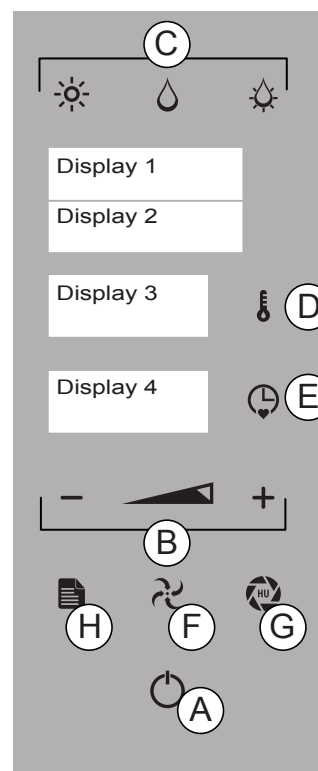

Fig.2
Enfoncer la touche "ENVOI" (Fig 1/A). Sélectionner un mode de cuisson (Fig 2/C) Enfoncer la touche "VENTILATEUR" (Fig 2/F) et avec les touches "MOINS" et "PLUS" sélectionner une valeur comprise **entre 1 et 6**. Enfoncer la touche "VENTILATEUR" pour confirmer.
Enfoncer la touche "ENVOI" (Fig 1/A). Sélectionner un mode de cuisson (Fig 2/C). Configurer la température (cf. 5.2 Réglage de la température). Configurer le temps (cf. 5.3 Réglage du temps). Enfoncer, pendant 3 secondes le mode de cuisson sélectionné (Fig 2/C) et enfoncer la touche "ENVOI" (Fig 2/A) pour lancer la fonction.
**Phase de "PRECHAUFFAGE" (Fig. 2 - Écran 2) : 20° C supérieurs à la température configurée pour les fonctions "CONVECTION" et "MIXTE", 10° C supérieurs à la température configurée pour la fonction "VAPEUR"**
Une fois le préchauffage terminé, la mention "CHARGER" s'affiche (Fig. 2 - Écran 2). Ouvrir la porte et introduire le produit. Une fois le chargement terminé, fermer la porte du four. La fonction configurée démarre.
Appuyer sur la touche "ENVOI" (Fig 2/A) pendant 3 secondes pour arrêter le préchauffage et la touche "MENU" (Fig 2/H) pour retourner au menu principal.
Pour baisser rapidement la température de la chambre du four, enfoncer la touche "ENVOI" (Fig 2/A) et appuyer sur le mode de cuisson en marche (Fig.2/C). Enfoncer la touche "TEMPÉRATURE" et avec les touches "MOINS", "PLUS" ou "DÉFILEMENT" (Fig 2/B) configurer la température souhaitée **jusqu'à un minimum de 40°**.
Une fois le refroidissement terminé, la mention "END" s'affiche sur l'Écran 2. Enfoncer la touche « MENU" (Fig 2/H) pour retourner au menu principal.
Appuyer sur la touche "ENVOI" (Fig 2/A) et la touche "MENU" (Fig 2/H) pour accéder au menu principal. Avec les touches "MOINS" et "PLUS" (Fig 2/B) sélectionner la fonction "POST".
Enfoncer la touche "ENVOI" et avec les touches "MOINS" et "PLUS" sélectionner la fonction entre "RECETTE" ou "LAVAGE. Enfoncer la touche "ENVOI" pour confirmer (Fig 2/A)
Enfoncer la touche "TEMPS" (Fig 2/E), avec les touches "MOINS", "PLUS" ou "DEFILEMENT" (Fig 2/B) et sélectionner l'heure de début du programme. Enfoncer la touche "TEMPS" (FIG. 2/E) pour confirmer. Enfoncer la touche "ENVOI" (Fig.2/A) et sélectionner la recette ou le cycle de lavage avec les touches "MOINS" et "PLUS" (Fig 2/B).
Enfoncer la touche "ENVOI" (FIG. 2/A) pour confirmer.
**L'heure de report clignote (Fig. 2 - Écran 4).**
Une fois l'heure configurée atteinte, la fonction sélectionnée démarre et le temps commence à s'écouler. Appuyer sur la touche "MENU" (Fig 2/H) pour annuler la fonction programmée et retourner au menu principal (Fig 2/A).